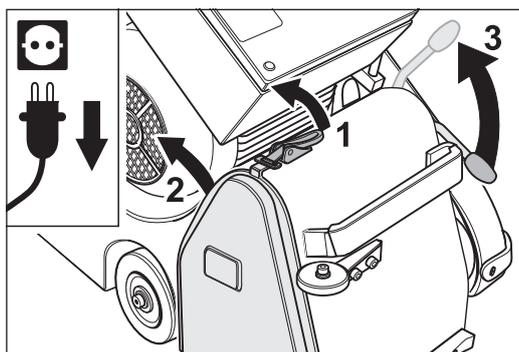

Fig. 26 Desbloqueo del cierre de la tapa, retirada de la chapa protectora y bajada del rodillo tensor subiendo para ello la palanca de mando.
- 3 Desbloquee el cierre de la tapa y retire la chapa protectora del lado derecho de la carcasa de la máquina (Fig. 26).
- 4 Tire de la palanca de mando opuesta del grupo hacia arriba, con lo cual bajará el rodillo tensor (Fig. 26).